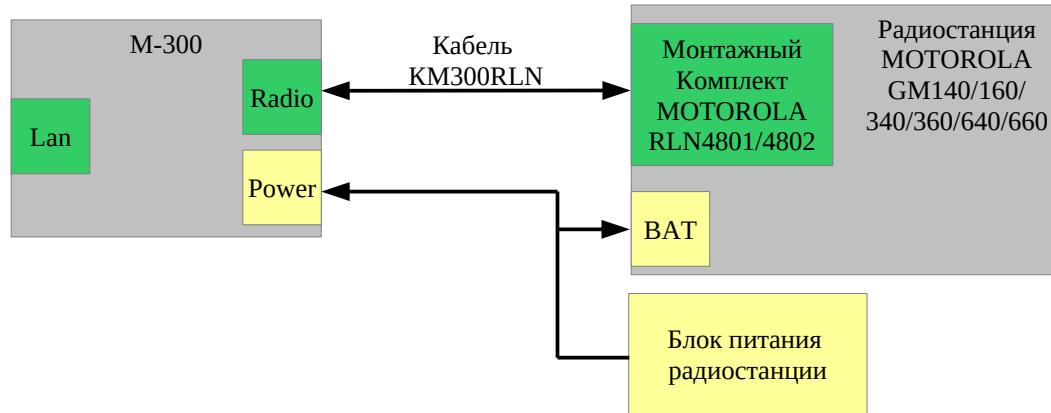

Рис. 3.3.2 Подключение радиостанции при работе интерфейса контроллера в режиме «MOTOROLA GM».
2) Режим интерфейса «MOTOROLA GM» предназначен для подключения к контроллеру радиостанций MOTOROLA моделей GM140/160/340/360/380/640/660/1280 со снятой передней панелью. Подключение производиться через монтажный набор MOTOROLA RLN4801/4802/4780, рис. 3.3.2. В данном режиме контроллер эмулирует для радиостанции работу передней панели, что обеспечивает удалённое управление радиостанцией с сохранением всех функций органов управления.